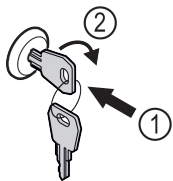

Fig. 192
- Introducir la llave Fig. 192 (1).
- Girar la llave 90° en sentido horario Fig. 192 (2).